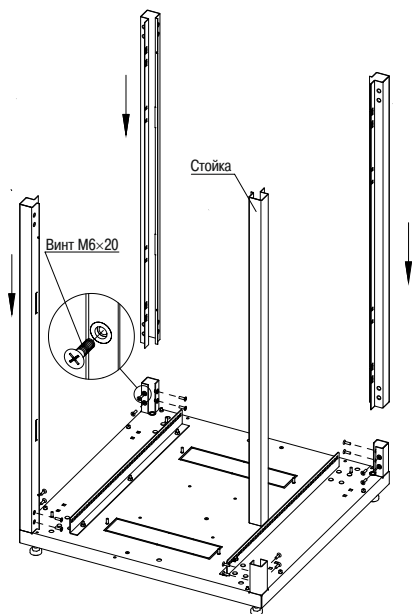

Рисунок 3 – Установка стоек
4.2.3 Извлеките из четвертого места стойки. Вставьте стойки в основание с опорами и закрепите винтами М6×20 с потайной головкой (рисунок 3).